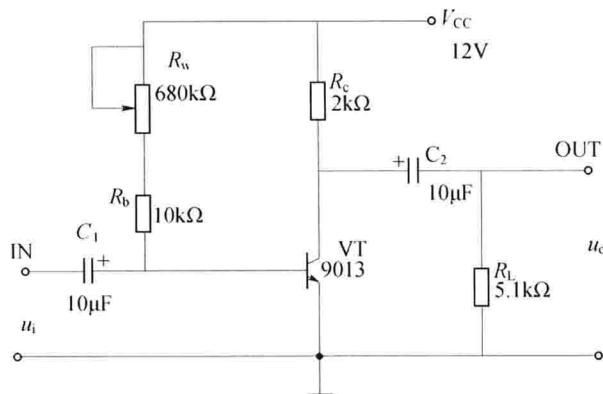

图 5-1 晶体管放大电路
直流稳压电源一台，万用表、示波器各一台，其他元器件见图 5-1。
(1) 教师在实验箱上连接如图 5-1 所示的电路。
(2) 测试。
学生按图 5-1 电路在实验箱上组装电路（注意：组装之前先测试晶体管的好坏，电解电容的极性不能接反），经老师检查后方可通电进行测试。
(1) 教师在图 5-1 的电路图中将 R_b 换成 $100k\Omega$ ，观察示波器中波形的变化，并记录波形的形状。
(2) 再将 R_b 换成 $20k\Omega$ ，观察示波器中波形的变化，并记录波形的形状。
(3) 总结 R_b 的变化对输出波形的影响。
(1) 学生将图 5-1 电路图中的 R_b 换成 $100k\Omega$ ，观察示波器中波形的变化，并记录波形的形状。
(2) 再将 R_b 换成 $2M\Omega$ ，观察示波器中波形的变化，并记录波形的形状，填写表 5-2。